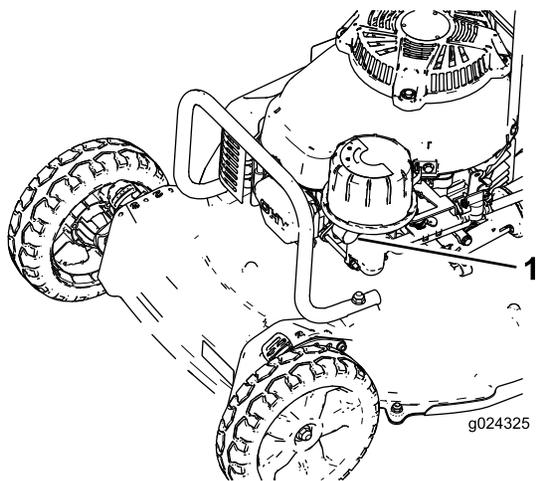

Figure 14
- Appuyez fermement sur la poire de l'amorceur (Figure 14) pendant 1 seconde.